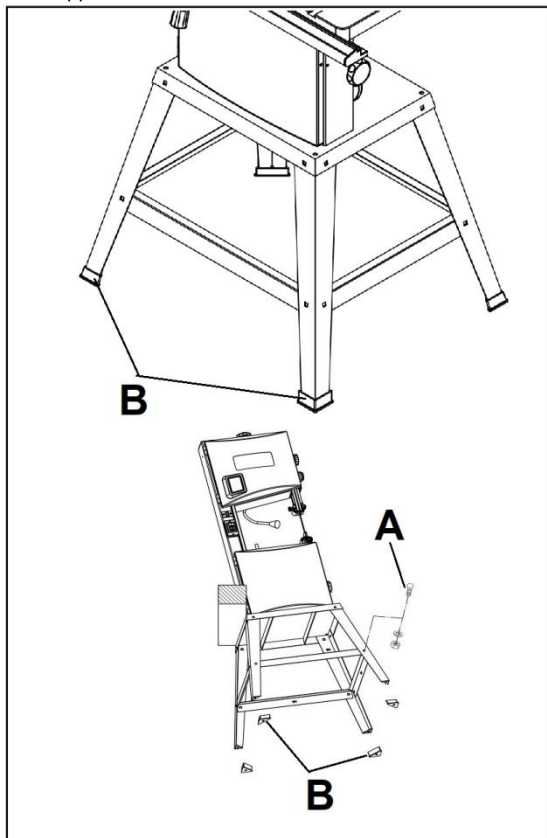

Рисунок 2
- Прикрепите ножки к основанию станка с помощью болтов M8x16 (A), плоских шайб 8 мм и шестигранных гаек M8 (Рис.2).
- Прикрепите по одной опоре (B) к каждой ножке станка (Рис.2).